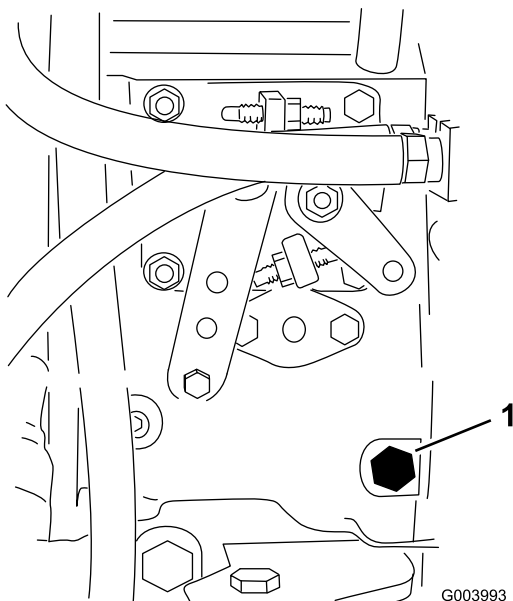

Figure 48
3. Desserrez la vis de purge sur la pompe d'injection (Figure 48) à l'aide d'une clé de 12 mm.